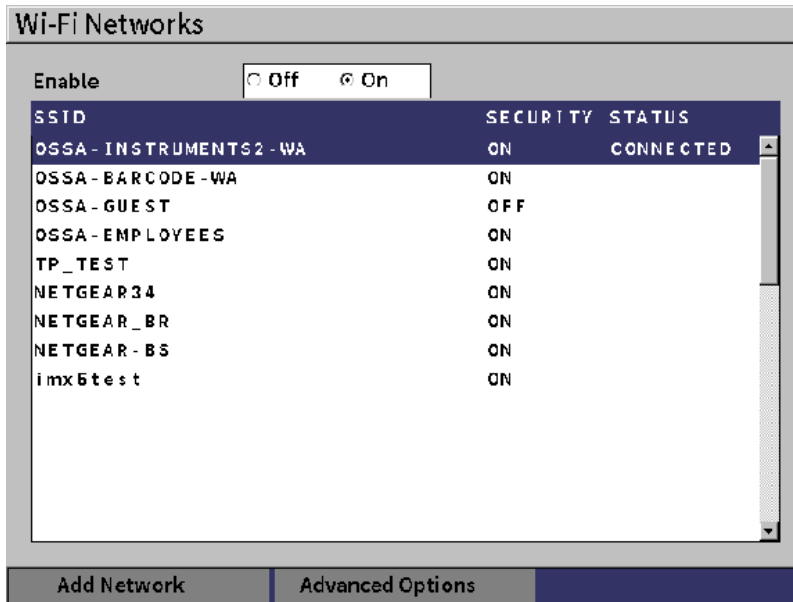

Рис. 10-1 Страница настройки сети Wi-Fi
2. Выберите значок **Wi-Fi** () , чтобы открыть страницу настройки **Сети Wi-Fi** (см. Рис. 10-1 на стр 152).